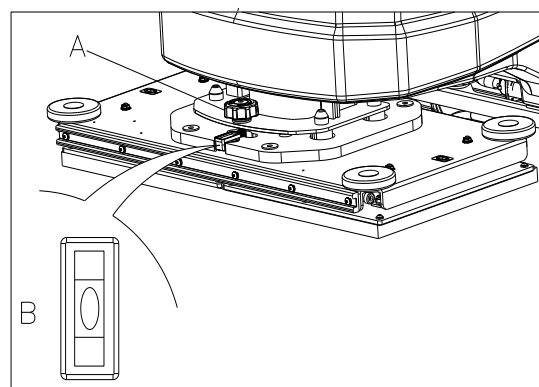

Figura 14
2. Ajustar o nível do convés orbital ajustando a alça (A, Figura 14) para que a bolha fique no centro (B Figura 14).